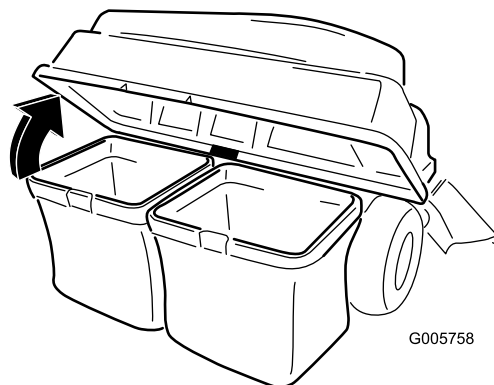

Figura 33
3. Abra (levante) la tapa del ensacador (Figura 33).